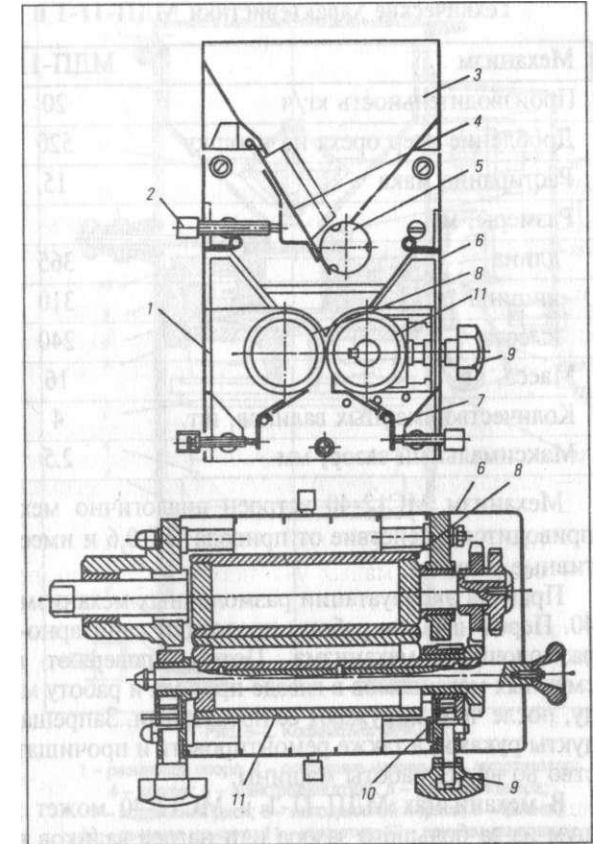

Рис. 5-1. Механизм МДП-11-1 для дробления и растирания мака.
* **Механизм МДП-11-1 (рис. 5-1)** предназначен для дробления орехов, растирания растительного мака. Он выполнен в виде прямо-